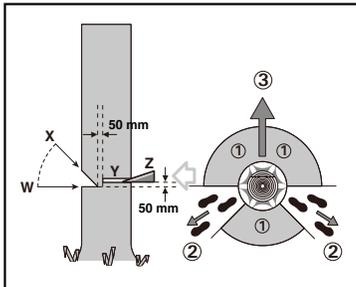

Fig. 1
Når træet begynder at falde, fjernes kædesaven fra snittet, hvorefter den slukkes og lægges fra, før det farlige område forlades ad den planlagte flugtvej (2). Vær opmærksom på nedfaldende grene og undgå at snuble. (Se Fig. 1)